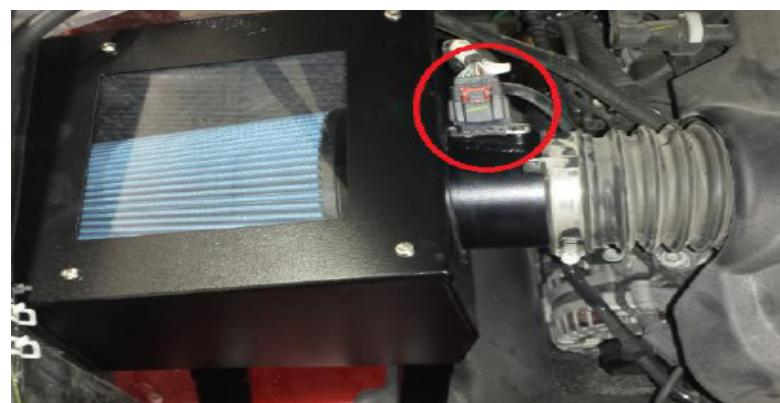

Figura 9
9. Retire el sensor MAF de la cubierta de la caja de aire de fábrica e instálelo en el nuevo tubo MAF. Conecte el sensor MAF. La instalación del juego debe estar completa como se muestra en la Figura 9.